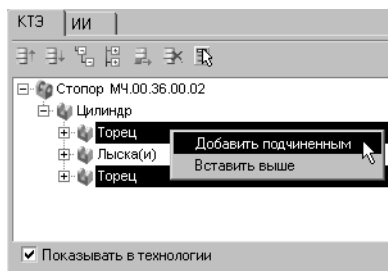

Рис. 4.4. Процедура перемещения КТЭ «Торец» в дереве
2. Не отпуская левой кнопки мыши, укажите КТЭ, выше которого будет новое положение элемента. Например, чтобы разместить КТЭ «Торец» выше КТЭ «Уступ» (рис. 4.4), необходимо указать указателем (не отпуская левой кнопки мыши) на элемент «Уступ» в дереве.
Для перемещения элемента в конец дерева выделите элемент и укажите указателем (не отпуская левой кнопки мыши) на элемент, которому подчинен перемещаемый элемент. Например, чтобы переместить КТЭ «Уступ» в конец дерева, выделите его и, не отпуская левую кнопку мыши, переместите его на элемент «Цилиндр» (иерархия элементов показана на рис. 4.4).